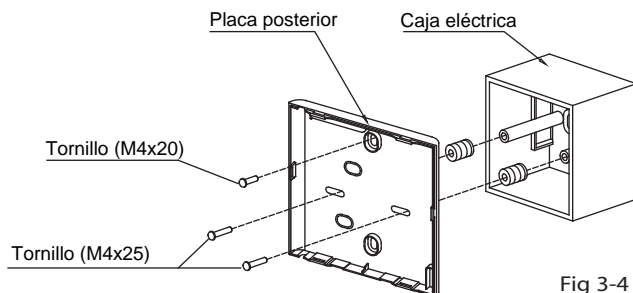

Fig 3-4
- Para fijar el control cableado a una caja eléctrica, fijar la placa posterior del control cableado a a la caja con 2 tornillos (M4x25) y fijarlo a la pared con 1 tornillo (M4x20) (Fig.3-4).